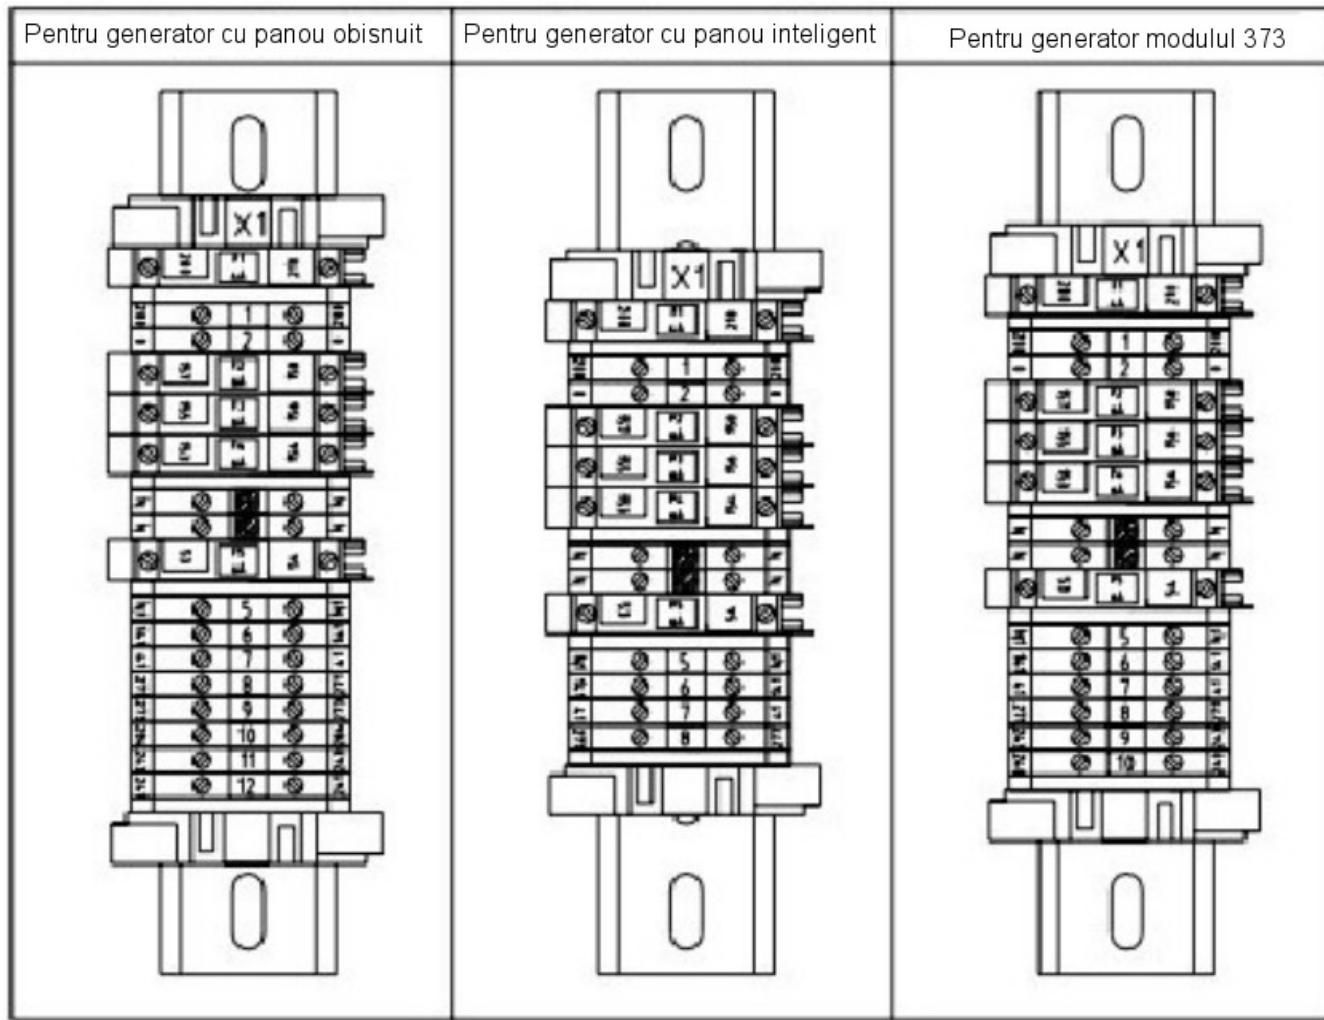

Fig.3-14 Placa de borne X1
3. Scoateti siguranta F2, F5 pentru a opri alimentarea cu energie electrică (fig. 3-14).
Cablul de control dintre generator si cutia de automatizare trebuie sa fie conectat prin placa de borne. Aranjarea placii de borne este prezentata in fig. 3-14.